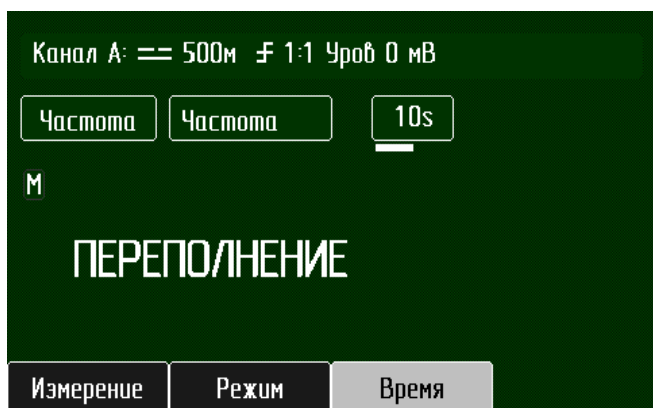

Рисунок 3.1 - Индикация "ПЕРЕПОЛНЕНИЯ"
3.2.1.2 Появление во время измерения на экране частотомера сообщения "ПЕРЕПОЛНЕНИЕ" свидетельствует о том, что измеренное значение параметра превышает допустимое значение конечного предела измерения (рисунок 3.1).